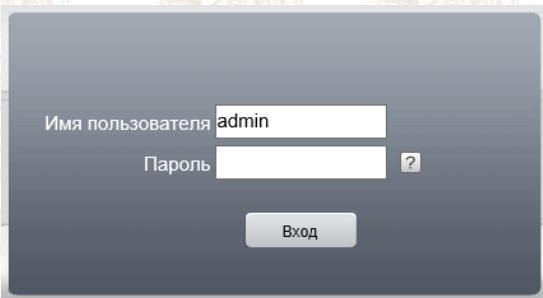
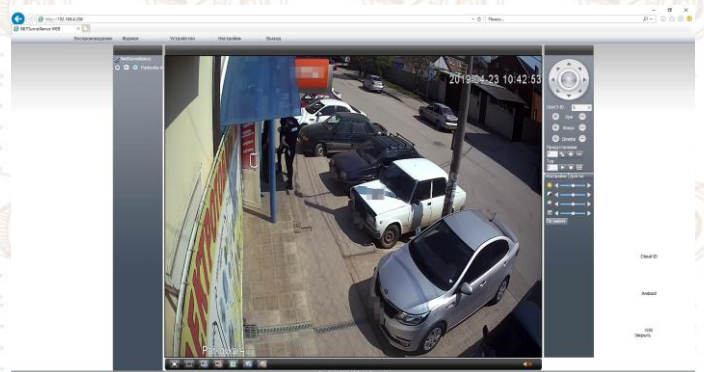

Рис.3 Поле авторизации
Рис.4 WEB-интерфейс видеокamеры
- после успешной установки компонента будет приложено пройти авторизацию (Рис.3). По умолчанию имя пользователя: “admin”, значение пароля остается пустым. После успешной авторизации Вы перейдете в интерфейс камеры (Рис.4)